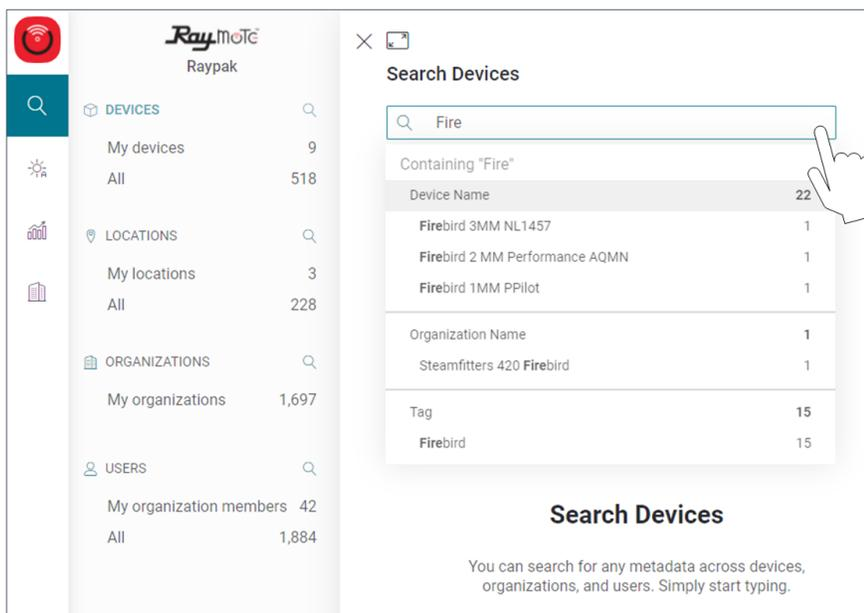

Figure 46. Fonction de recherche
2. Sélectionnez la catégorie de recherche souhaitée, voir **Figure 46**.